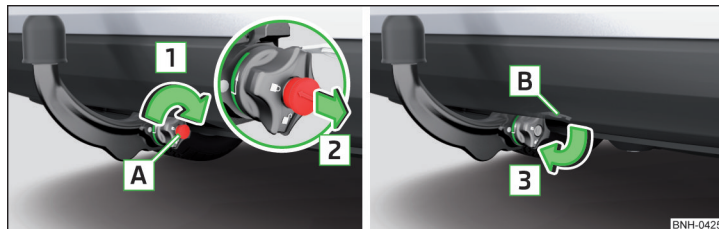

Fig. 134 Bloquear la cerradura y retirar la llave/ Introducir la tapa en la cerradura
- Gire la llave **A** en el sentido de la flecha **1** de manera, que la flecha en la llave muestra hacia el símbolo **B** » fig. 134.